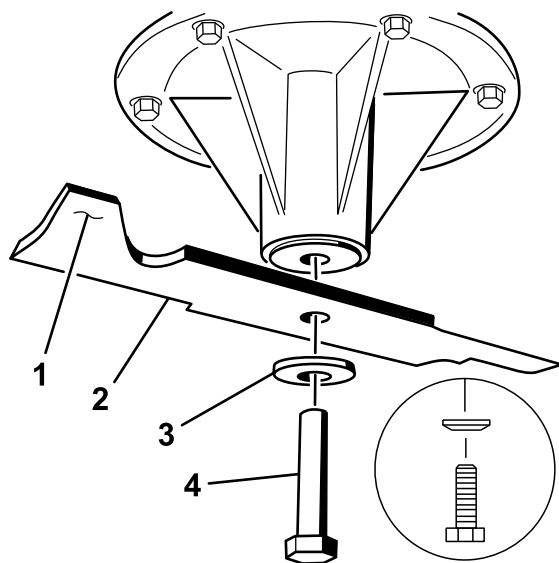

Figura 81
1. Instale a lâmina no eixo (Figura 81).
2. Instale o disco de mola e o parafuso da lâmina (Figura 81).
Nota: O cone do disco de mola deve ser montado virado para a cabeça do parafuso (Figura 81).